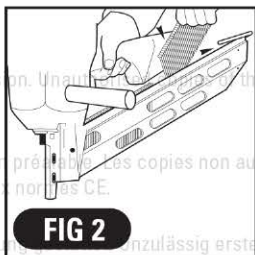

FIG 2
2. Tenir le cloueur de manière à ce que le chargeur soit tourné vers le bas. Insérer un bâton de clous. (Fig 2)